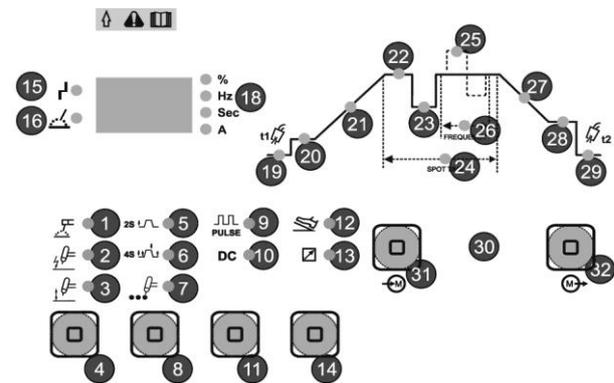

Figure 1
- Positionner le sélecteur de modalité (Réf.1 - Figure 1.) sur le type de soudage à électrodes enrobées.
- Régler le courant de soudage nécessaire à l'aide du bouton (Réf.3 - Figure 1.).
En appuyant sur la touche de déplacement 4 et positionnant l'indicateur lumineux sur le symbole 1 - Figure 1.), on peut sélectionner la modalité de soudure à électrode.
En appuyant sur la touche 4 - Figure 1.) jusqu'à positionner l'indicateur lumineux sur le symbole 2 - Figure 1.), on peut sélectionner la modalité de soudure TIG avec départ à haute tension. En appuyant sur le bouton torche on produit une décharge à haute tension qui permet l'amorce de l'arc.
En appuyant sur la touche 4 - Figure 1.) jusqu'à positionner l'indicateur lumineux sur le symbole 3 - Figure 1.), on peut sélectionner la modalité de soudure TIG avec départ Lift.
En appuyant sur la touche 8 - Figure 1.) on positionne l'indicateur lumineux sur le symbole 5 - Figure 1.). Dans cette modalité on appuie sur le bouton torche pour amorcer le courant de soudure et on maintient appuyé jusqu'à ce qu'il se soit réchauffé.
En appuyant sur la touche 8 - Figure 1.) on positionne l'indicateur lumineux sur le symbole 6 - Figure 1. Dans cette modalité le bouton torche fonctionne à quatre temps pour pouvoir souder automatiquement. Avec la première pression du bouton torche on active le flux du gaz et au relâchement successif on active l'arc de soudure. La seconde pression du bouton torche interrompt la soudure et au relâchement on désactive le flux de gaz (Voir aussi section - Figure 1.).
En appuyant la touche 8 - Figure 1.) on positionne l'indicateur lumineux sur le symbole 7 - Figure 1.). Dans cette modalité on a une soudure à points temporisée avec un temps au choix comme décrit à la référence 24 - Temps de soudure à résistance (Spot time).
Pour obtenir le fonctionnement pulsé, une fois que la modalité de TIG (Lift ou bien HF), on appuie sur la touche 11 - Figure 1.) jusqu'à positionner l'indicateur lumineux sur le symbole 9 - Figure 1.). Dans cette modalité le courant pulse entre une valeur maximale et minimale au choix comme décrit respectivement dans les références 22: courant nominal de soudure e 23: courant réduit.
DC Pour obtenir le fonctionnement TIG DC (TIG à courant continu), une fois sélectionnée la modalité de TIG (Lift ou HF), on appuie sur la touche ( Lift ou HF ), on appuie sur la touche 11 - Figure 1.) jusqu'à positionner l'indicateur lumineux sur le symbole 10 - Figure 1.).
En appuyant sur la touche 14 - Figure 1.) jusqu'à positionner l'indicateur lumineux sur le symbole 12 - Figure 1.) jusqu'à positionner l'indicateur lumineux sur le symbole.
En appuyant sur la touche 14 - Figure 1.) jusqu'à positionner l'indicateur lumineux sur le symbole 13 - Figure 1.) jusqu'à positionner l'indicateur lumineux sur le symbole.
Quand se vérifie une des alarmes prévues, l'indicateur 15 - Figure 1.) s'allume et en même temps le display 17 - Figure 1.) A lire ci-dessous les alarmes possibles, les indications relatives et les opérations à faire pour rééquiper le générateur:
Cet indicateur 16 - Figure 1.) s'allume toutes les fois que le générateur est en train de distribuer du courant.
Symboles qui indiquent le type de grandeur visible sur le display (Duty cycle, fréquence, temps, ampère) 18 - Figure 1.).
A remarquer que pendant le choix de chaque paramètre, l'indicateur lumineux correspondant s'allume et les display 17 - Figure 1.) et les led 18 - Figure 1.) indiquent respectivement la valeur et l'unité de mesure du paramètre modifié.
Avec les touches 31 et 32 on positionne l'indicateur lumineux dans la position 19 - Figure 1.); puis, en agissant sur le bouton 30, on établit la durée en secondes du flux initial du gaz. Range de valeurs compris entre 0,2 sec. et 5 sec.
Par l'intermédiaire des boutons 31 et 32 positionner l'indicateur lumineux sur la position 20 - Figure 1.) et après en tournant le bouton 30, on affiche la valeur du courant initial dans la modalité TIG 4 temps. Plage de valeurs comprise entre Imin. et Inominal de soudure.
Avec les touches 31 et 32 on positionne l'indicateur lumineux sur le symbole 21 - Figure 1.); quindi, agendo sulla manopola 30, si stabilisce il tempo desiderato per riavvicinarsi alla corrente nominale di saldatura nella modalità TIG. Range di valori compresi tra 0 sec. e 10 sec.
Avec les touches 31 et 32 on positionne l'indicateur lumineux sur le symbole 24 - Figure 1.); puis, en agissant sur le bouton 30, on établit la durée en secondes de l'impulsion de soudure à résistance. Range de valeurs compris entre 0,1 sec. et 10 sec.
Avec les touches 31 et 32 on positionne l'indicateur lumineux sur le symbole 22 - Figure 1.); puis, en agissant sur le bouton 30, on établit la valeur du courant nominal de soudure pour toutes les modalités disponibles. Range de valeurs compris entre 5A et 220A.
Avec les touches 31 et 32 on positionne l'indicateur lumineux sur le symbole 25 - Figure 1.); puis, en agissant sur le bouton 30, on établit l'équilibrage des diverses formes d'onde en TIG à pulsations.
Avec les touches 31 et 32 on positionne l'indicateur lumineux sur le symbole 23 - Figure 1.); puis, en agissant sur le bouton 30, on établit la valeur du courant réduit dans la modalité TIG DC 4 Temps; au contraire dans la modalité TIG pulsé (à 2 temps et à 4 temps) on établit le courant de base de la pulsation. Range de valeurs compris entre courant nominal de soudure et le 10% de cette valeur.